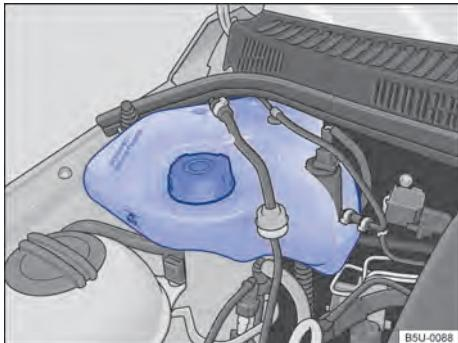

Fig. 158 No compartimento do motor: reservatório de gasolina para o sistema de partida a frio.
O reservatório de gasolina do sistema de partida a frio encontra-se no compartimento do motor, no lado direito → Fig. 158.
- Nunca ultrapassar a marca "MAX" indicada no reservatório → Fig. 158.